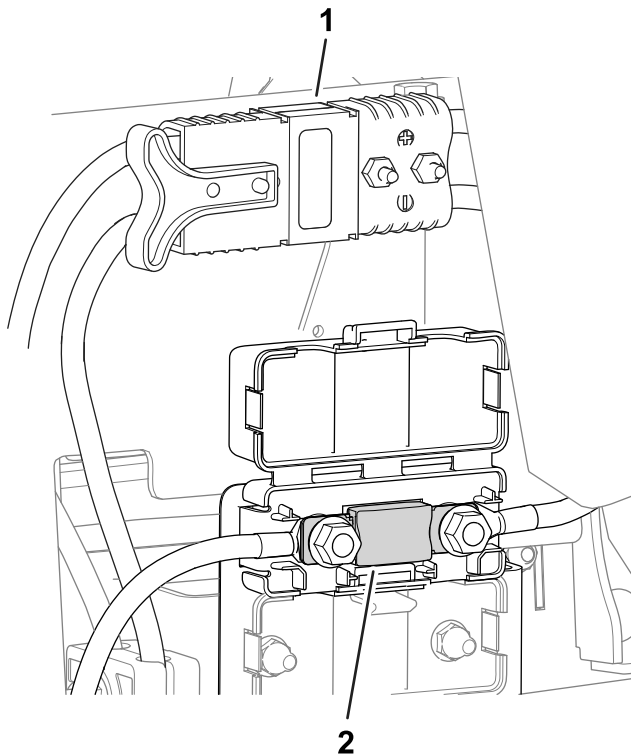

Figure 49
- Le fusible du système électrique se trouve sous les connecteurs principaux (Figure 49).